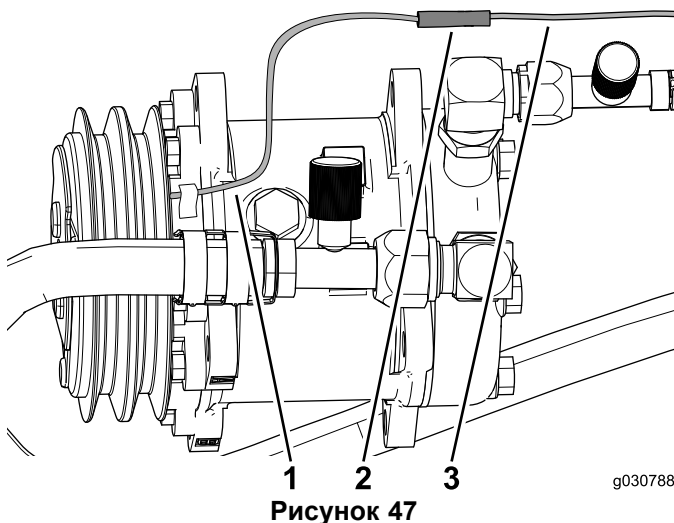

Рисунок 47
3. Подсоедините провод от компрессора кондиционера воздуха к штепсельному разъему на жгute проводки (Рисунок 47).